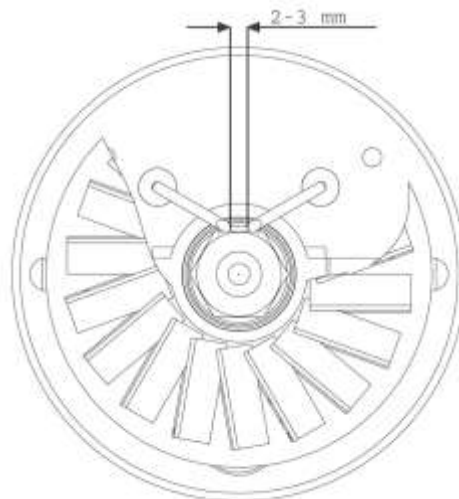

Fig. 2
- desmontar el quemador y limpiar sus partes, limpiar los electrodos y ajustar su distancia al valor indicado en la Fig. 2.
| <ul style="list-style-type: none"> • El ventilador se pone an marcha y la flama no se enciende o no queda encendida | <ul style="list-style-type: none"> • El encendido no funciona | <ul style="list-style-type: none"> • Controlar las conexiones de los cables para el encendido a los electrodos y al transformador • Controlar la posición de los electrodos y su distancia según el esquema Fig. 2 • Controlar que los electrodos sean limpios • Sustituir el transformador para el encendido |